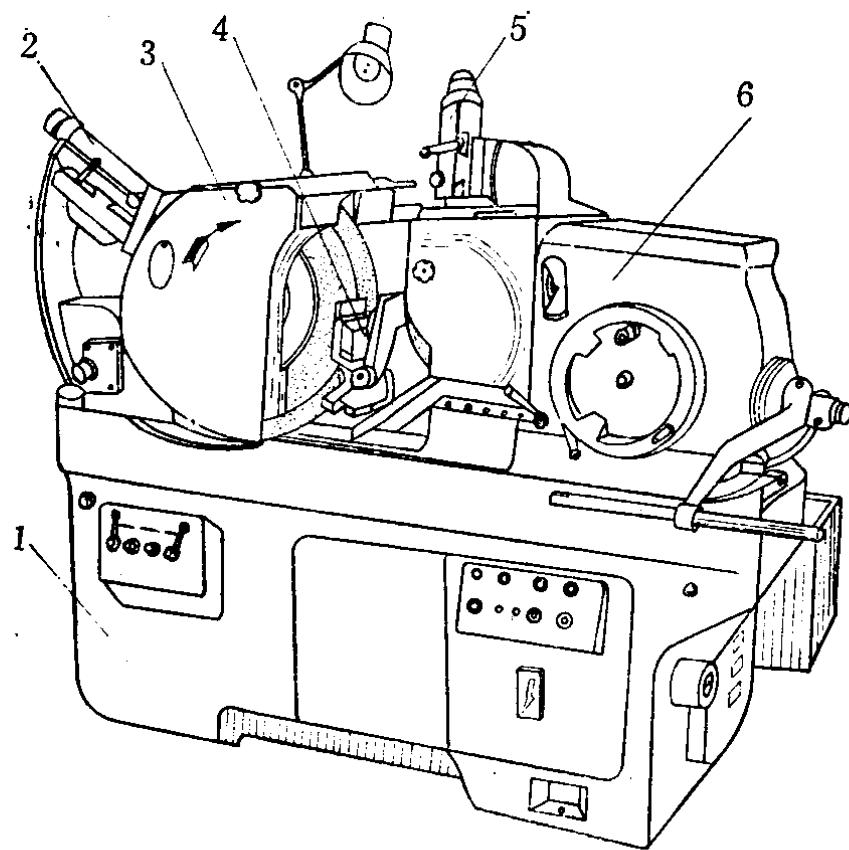

图2 M1080型无心磨床
(1) 无心磨床：用于磨削光滑轴类工件的外圆柱面。图2为M1080型无心磨床。